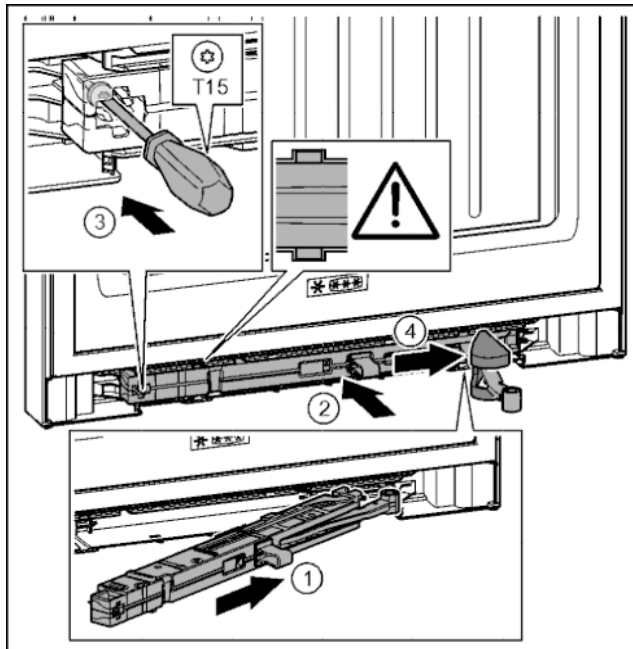

Fig. 42
- ▶ Jednotku tlumiče zavírání na straně stojanu ložiska zasuňte až na doraz šikmo do výklenku. Fig. 42 (1)
- ▶ Jednotku tlumiče zavírání zcela zasuňte do výklenku. Fig. 42 (2)
- ▶ Šroubovákem T15 pevně utáhněte šroub. Fig. 42 (3)
- ▶ Posuňte kryt přes kloub. Fig. 42 (4)